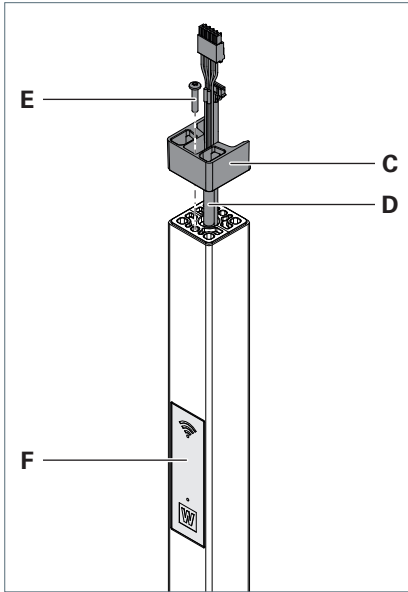

Fig. 2: Adapter auf das Standrohr montieren.
- Führen Sie die Leitungen **D** von unten durch den Adapter **C** und setzen Sie den Adapter auf das Standrohr, siehe Fig. 2.